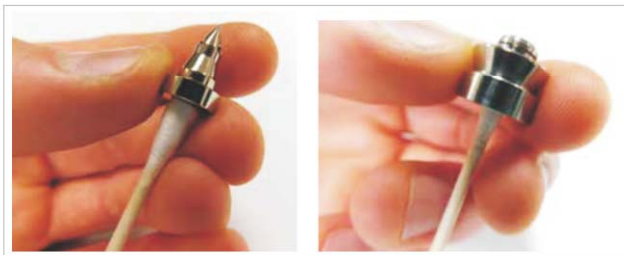

图19-11 清洁鼻尖和连接套
4. 如有必要，用棉签擦拭部件内部狭小的表面和螺丝的螺纹部分，如图19-11所示。